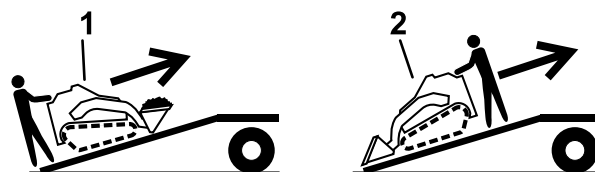

Figure 19
5. Placez toujours l'extrémité la plus lourde de la machine en haut de la rampe, la charge en bas, lorsque vous chargez la machine sur la remorque (Figure 19).